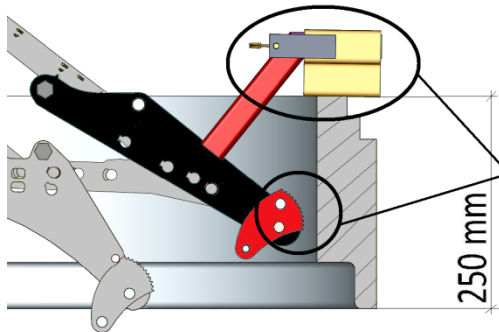

Bild 3
**Bild 3** zeigt einen Schachtring mit einer minimalen Bauhöhe von 250 mm **mit korrekt** eingesetzten „Adaptersatz“ an Auflage von SVZ-UNI“ (44000079).